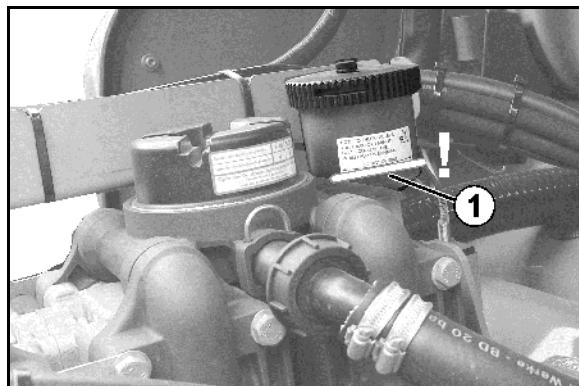

Рис. 196
2. Продуйте испаритель (Рис. 196/2) и радиатор водяного отопления (Рис. 196/3) сжатым воздухом (максимум 5 бар).
3. Замените поврежденные уплотнения (Рис. 196/1) под крышкой.